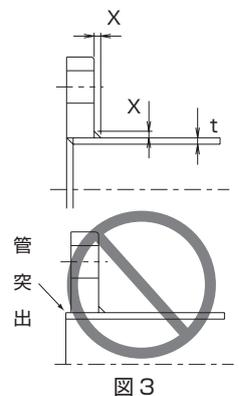

図3
(1) バルブを取付けたままの管フランジの溶接は避けてください。溶接熱やスパッタで、バルブ性能を低下させる危険性があります。
(2) フランジの溶接方法は、次のとおりです。隅肉溶接の脚長“X”は、管の肉厚“t”以上とします。フランジ面より全面溶接部及び管端を出さないでください。バタフライ及びウイングチェッキ®バルブのジスクが干渉して作動不良を起こす危険性があります。（図3）
(3) バタフライバルブのゴムシートなどのガスケット面の損傷による外漏れ防止のため、管フランジの前面溶接部、ガスケット面、エッジ部などの仕上げを入念に行ってください。但し、バルブの配管は溶接部が完全に冷えてから施行してください。
(4) 溶接時、ゲート・グローブ弁は「半開」の状態で行ってください。